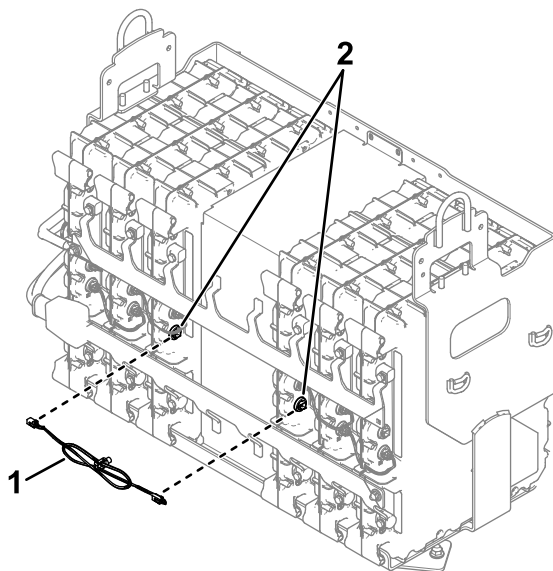

Bild 10
- B. Installieren Sie den Kabelbaum (siehe Bild 2), den Sie im vorherigen Verfahren entfernt haben, an den mit D1 beschrifteten Akkuanschlüssen; siehe Bild 10.